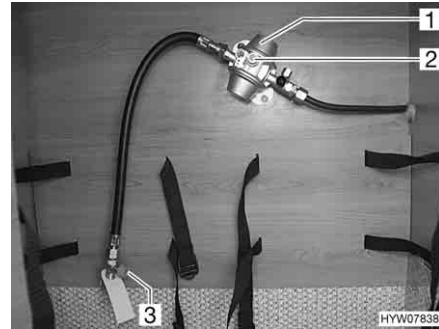

Fig. 114 Regolatore di pressione del gas
- Premere con forza il dispositivo antirottura della tubazione (Fig. 114,3) e tenerlo premuto per ca. 5 secondi.
- Premere con forza il pulsante verde (Fig. 114,2) del regolatore di pressione del gas (Fig. 114,1) e tenere premuto per ca. 5 secondi.